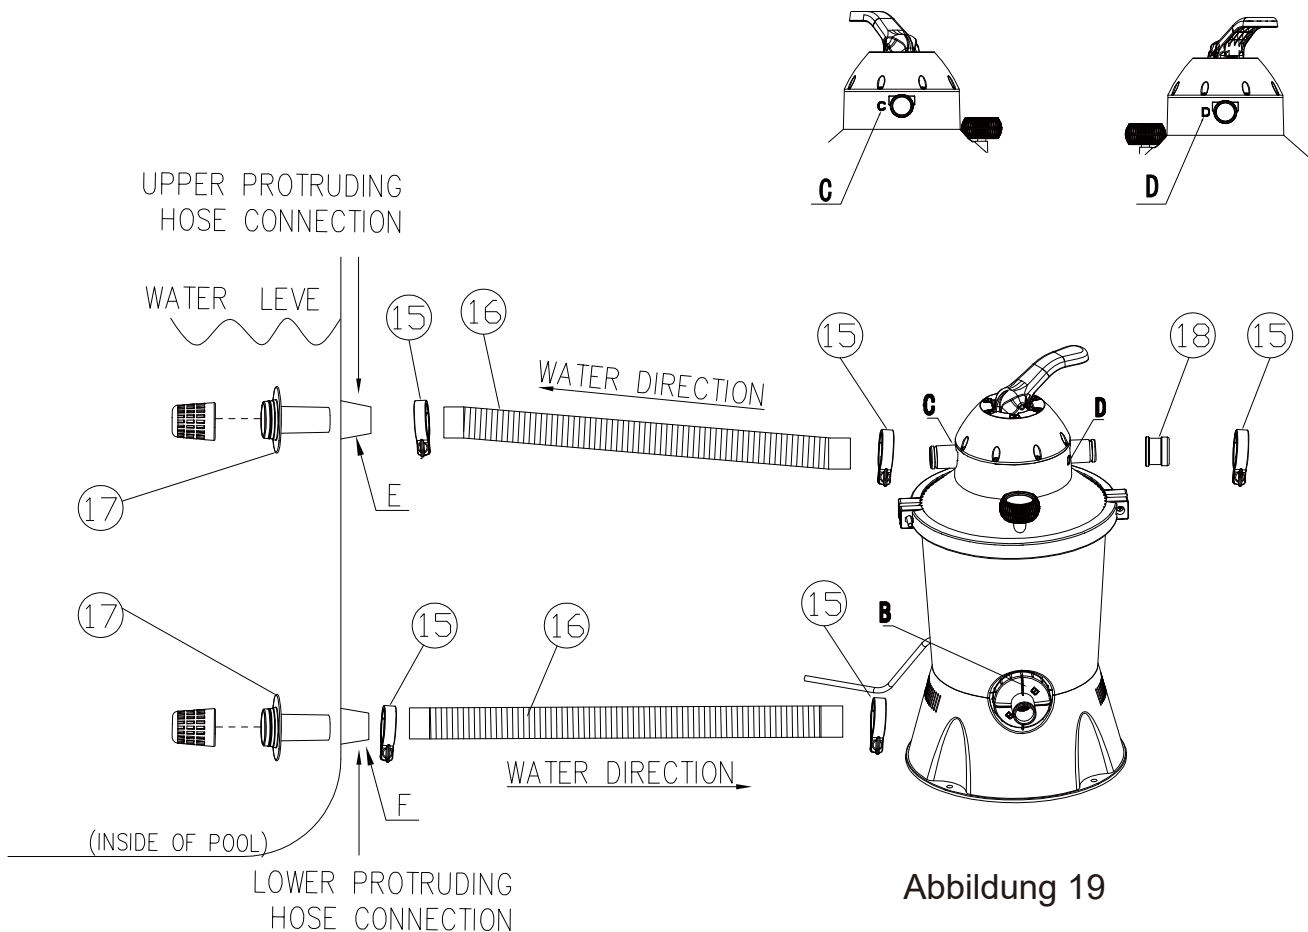

Abbildung 19
Installationsschritte: Verbinden Sie das $\Phi 32$ Riffelrohr mit Pool, Sandfilterpumpe gemäß Abbildung 19 und verwenden Sie einen geraden Schraubenzieher, um den Halsring (15) im Uhrzeigersinn fest zu fixieren, so dass die Sandfilterpumpe nach der vollständigen Montage eingeschaltet werden kann und das gefilterte Poolwasser läuft.